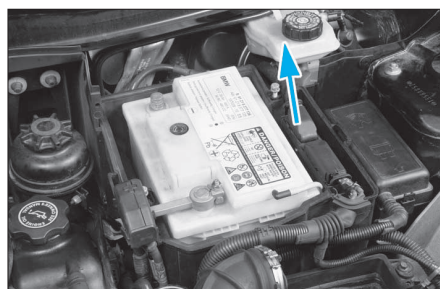

FIG. 37
- Tirer le calculateur vers le haut pour le déposer (Fig.37).